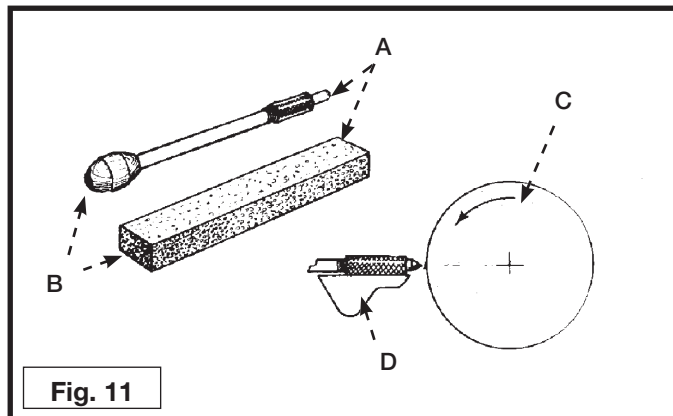

Fig. 11
Lors du dressage d'une meule, utiliser un bâton (B) approprié au carbure de silicium (A) comme indiqué à la fig. 11. Avancer l'outil de dressage sur le porte-outil (D) jusqu'à ce qu'il touche le point le plus élevé de la face de la meule (C). La dresser en déplaçant le dresse-meule d'un côté à l'autre et vice-versa. Répéter l'opération jusqu'à ce que la face de la meule soit nette et les bords, bien équilibrés.